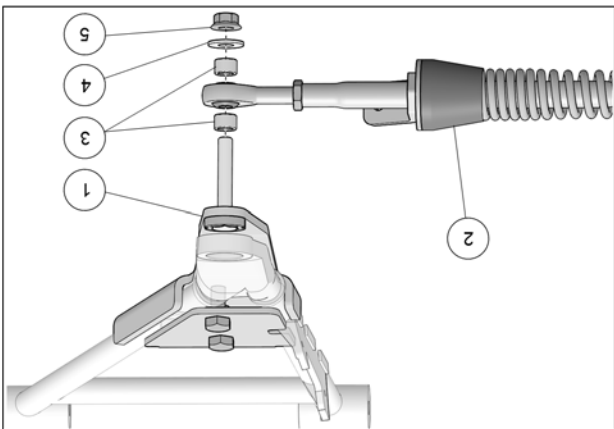

Fig. 18
8. Fixer le bras stabilisateur (2) au boulon déjà installé sur l'ancrage de suspension (1) à l'aide des deux espaces (3), de la rondelle (4) et de l'écrou autobloquant (5). Serrer à un couple de 70 N•m [52 lb•pi]. Voir la Fig. 18